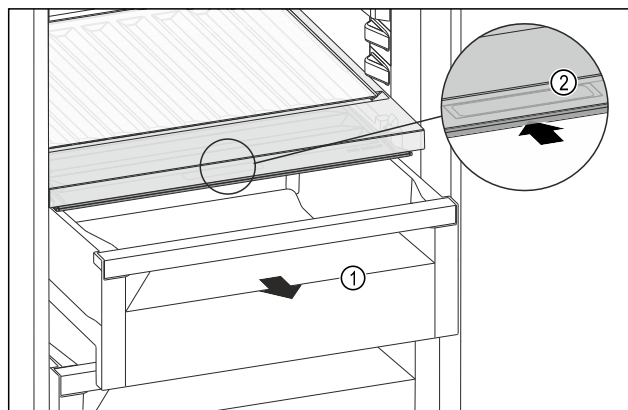

Fig. 207
- ▶ Izvucite ladicu Fig. 207 (1).
- ▶ Primite ručku Fig. 207 (2) na poklopcu pretinca i istodobno povucite poklopac pretinca prema natrag.